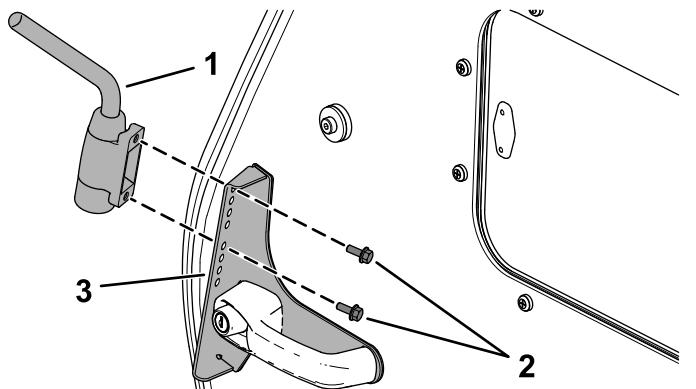

图5
7. 如图5所示用 2 个凸缘头螺丝  $6 \times 16\text{mm}$  将镜臂安装到镜子底座的顶孔中。